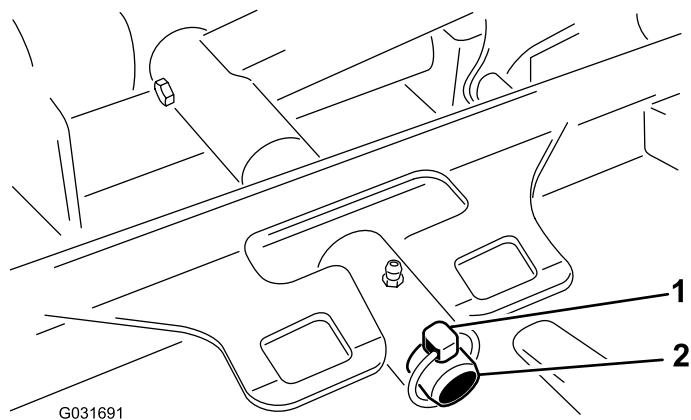

Рисунок 64
- Извлеките шплинт, который крепит несущую раму деки к оси поворота подъемного рычага (Рисунок 64).
3. Наденьте несущую раму деки на ось поворота подъемного рычага и закрепите ее при помощи шплинта с кольцом (Рисунок 64).